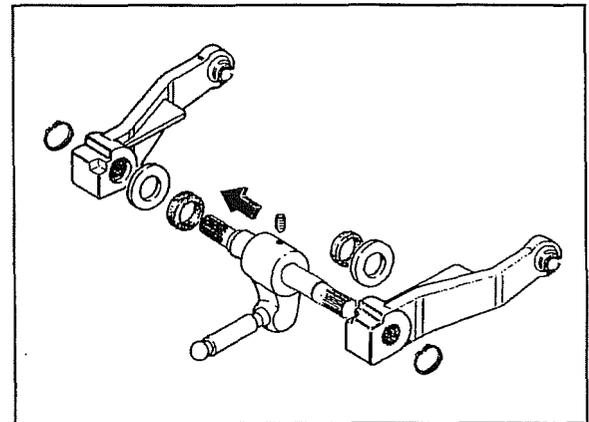

Fig. 33
- Retourner le groupe, puis sortir l'arbre du côté de son plus gros diamètre c'est-à-dire vers la droite suivant le sens de marche (dans le sens de la flèche de la figure 33).
- La fig.33 montre en détail le groupe bielle arbre et bras du relevage.